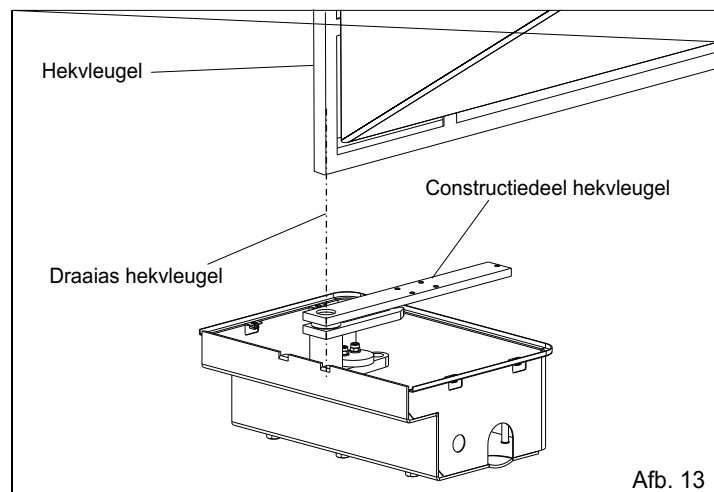

Afb. 12
2.7. Plaats de nok van de eindschakelaar op het constructiedeel van de kruk en bevestig de nok met de betreffende schroeven (linkermontage Afb. 11, rechtermontage Afb. 12).